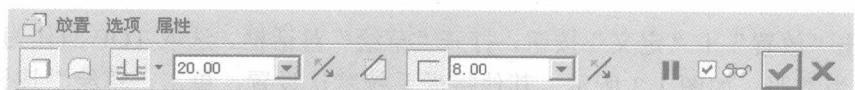
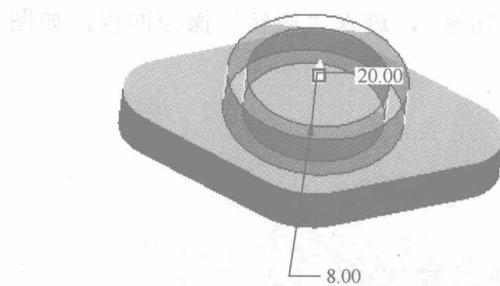
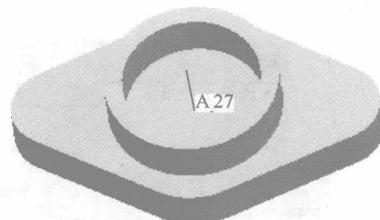

图 1-8 设置薄壁实体方式
图 1-9 选择拉伸方向
图 1-10 生成薄壁特征
(5) 在“拉伸”操控面板中，按下 $\square$ 按钮，设置壁厚值为 8，其余接受默认设置，如图 1-8 所示，建立薄壁实体，预览拉伸结果，拉伸方向如图 1-9 所示。单击 $\checkmark$ 按钮，生成薄壁实体特征，如图 1-10 所示。